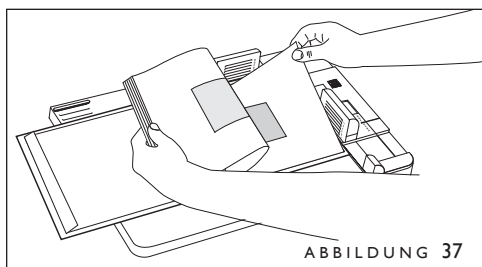

ABBILDUNG 37
5. Nun die rechte Seite des Buchblocks vorsichtig anheben und das große Deckpapier von der rechten Einbandseite abziehen (Abbildung 37). Den Buchblock auf die Einbandseite rollen und zur Befestigung an sie andrücken.